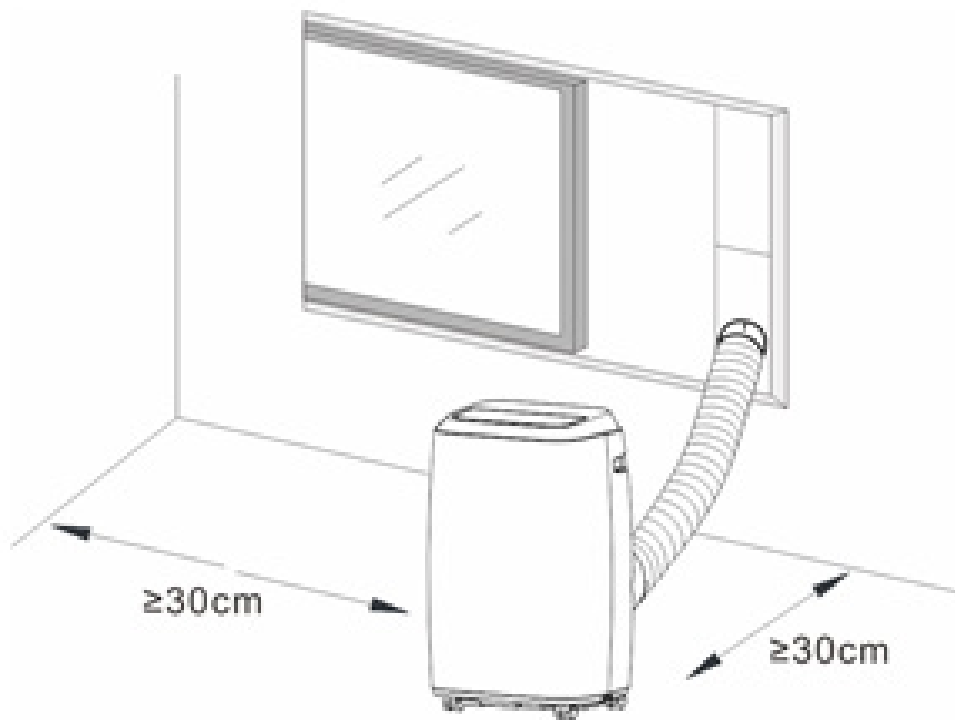

Abb. 8
- Un climatizzatore a rimozione d'aria deve essere installato nello spazio piano e vuoto tutto intorno. Non bloccare l'uscita dell'aria e mantenere una distanza sgombra attorno all'apparecchio di almeno 30 cm. (si veda Abb. 8)